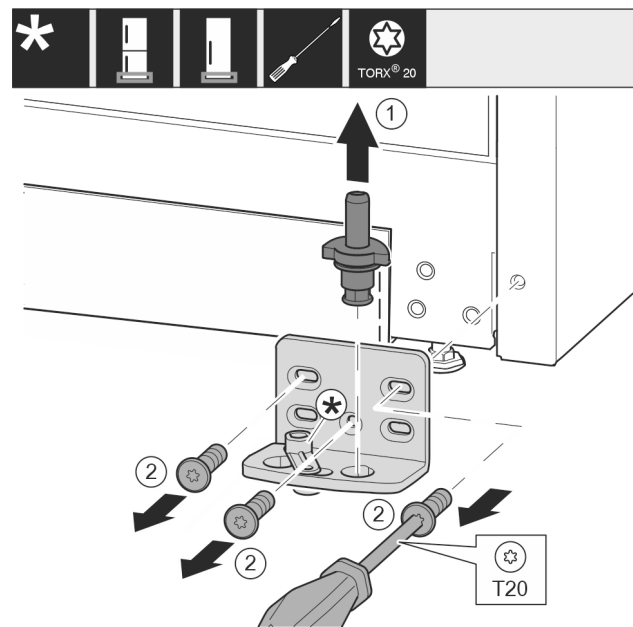

Fig. 22
- ▶ Ložiskový čep celý vytáhněte nahoru. Fig. 22 (1)
- ▶ Šroubovákem T20 vyšroubujte šrouby a odeberte stojan ložiska. Fig. 22 (2)